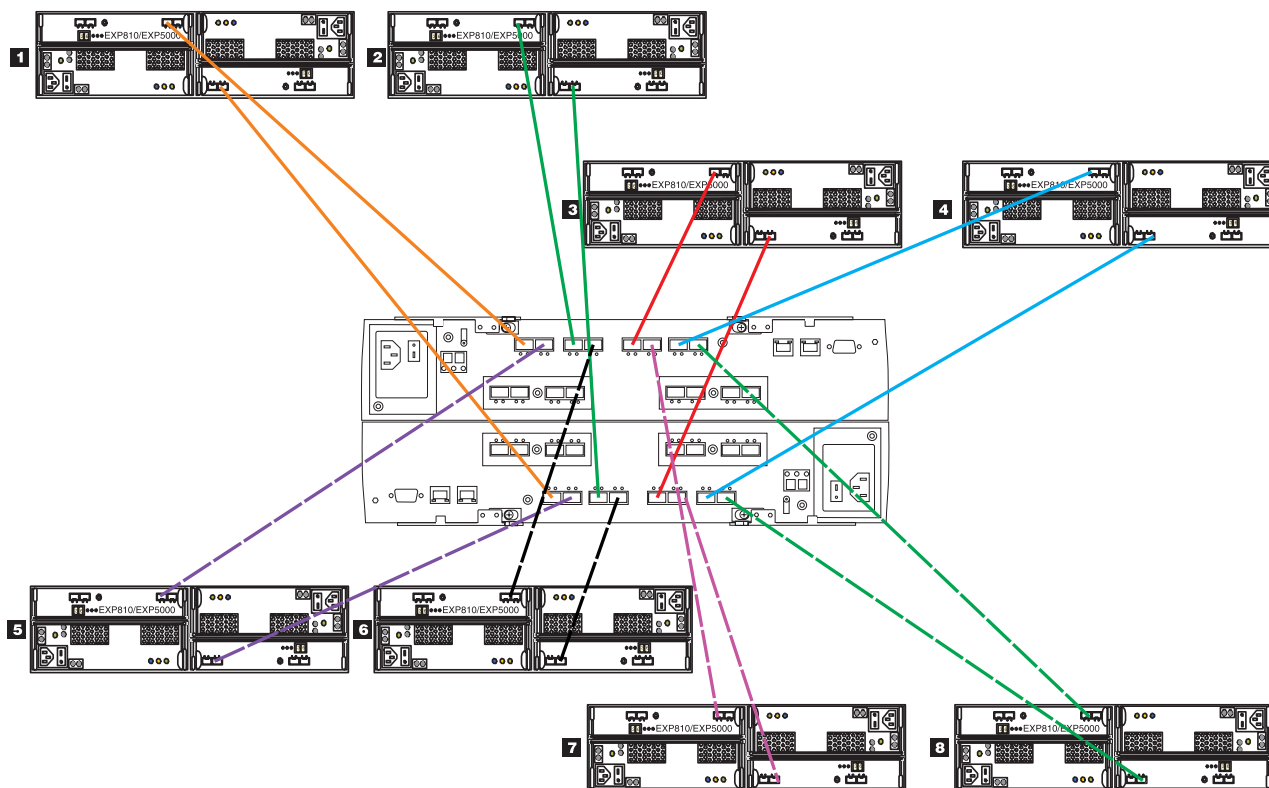

Figura 10. Usar todas as portas de canal da unidade ao conectar gabinetes de armazenamento
- Quando você conectar os gabinetes de armazenamento aos mini-hubs de unidade, não use todas as portas em cada um dos mini-hubs de unidade no subsistema de armazenamento DS4400 ou DS4500. Conecte o cabo Fibre Channel a uma porta do minihub de unidades e deixe a outra porta desocupada. No entanto, quando você conectar os gabinetes de armazenamento às portas de canal da unidade (como nos subsistemas de armazenamento DS4200, DS4700, DS4800, DS5020, DS5100 e DS5300), use todas as portas contidas em cada um dos canais da unidade. A Figura 10 ilustra a conexão de oito gabinetes de armazenamento com o subsistema de armazenamento DS5000. Os oito gabinetes são conectados para usar todas as portas de canal da unidade no subsistema de armazenamento DS5000, em vez de empilhar os gabinetes de armazenamento atrás de um subconjunto de portas de canal da unidade.